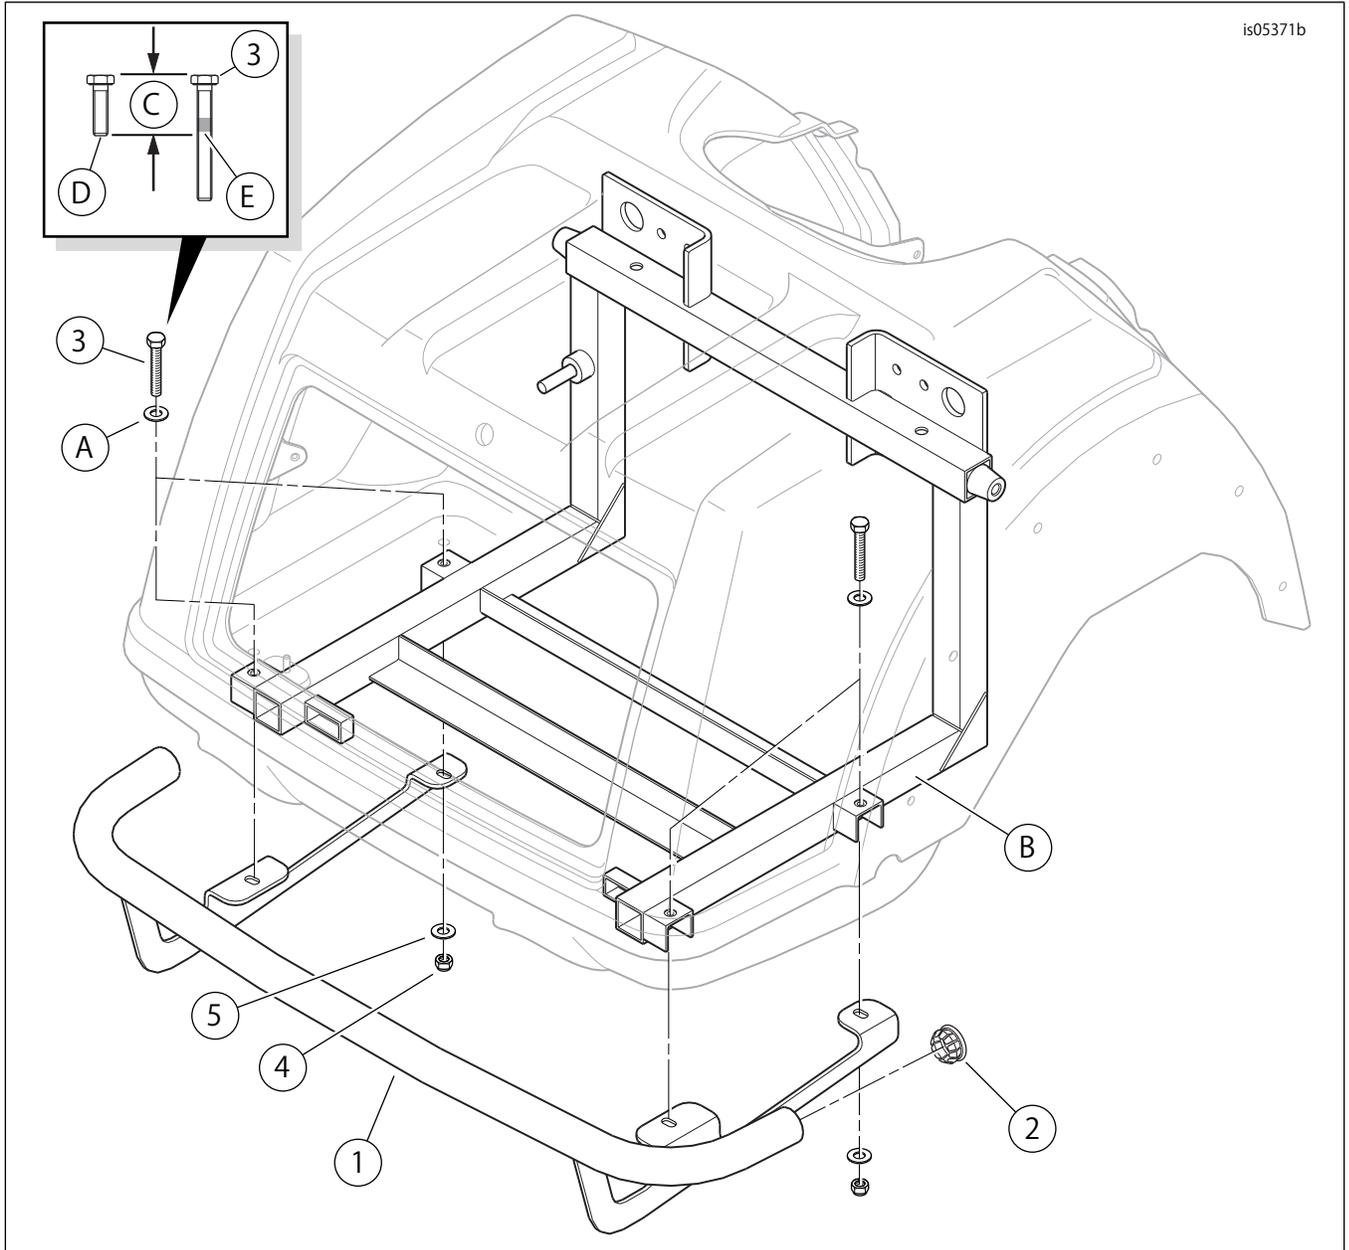

図1. キット内容: Trikeリアガード
1. 図1を参照してください。トランクコンパートメントのフロアにある、ボディをリアフレームに固定しているスクリュー4本とワッシャー(A)の場所を確認します。ワッシャーを残したまま、スクリュー1本を取り外します。次のステップのためにスクリューを残しておき、そのあとで廃棄します。
2. 図1を参照してください。スレッドロッカーをスクリュー(3)に塗布する。